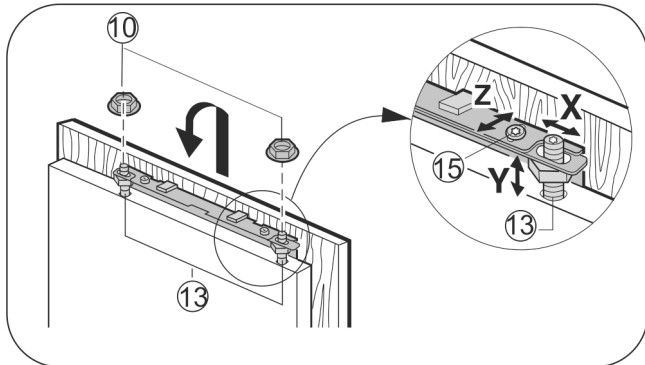

Fig. 27
- ▶ Akassza a bútorajtót a beállító csapszегre Fig. 27 (13) és az ellenanyákat Fig. 27 (10) lazán csavarozza rá a beállító csapszегre.
- ▶ A bútorajtót igazítsa be Y magasságba és az oldalirányú dőlést igazítsa ki: A beállító csapszегet Fig. 27 (13) egy csavarhúzóval igazítsa be.
- ▶ Húzza meg az ellenanyákat Fig. 27 (10).